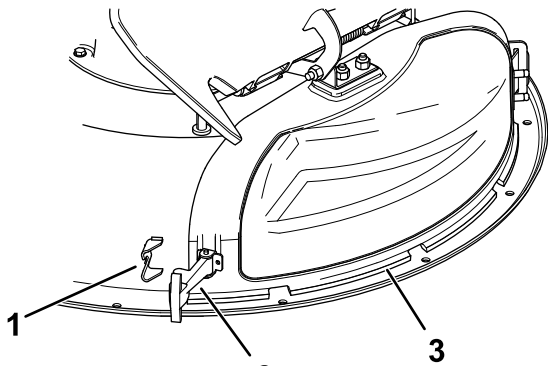

図 11
3. 排出口カバーについているフレキシブルラッチをリテーナから外し、排出カバーを右方向に回転させる 図 11
6. 排出口カバーのフレキシブルラッチをデッキのりテーナに取り付けてカバーを固定する図 11。